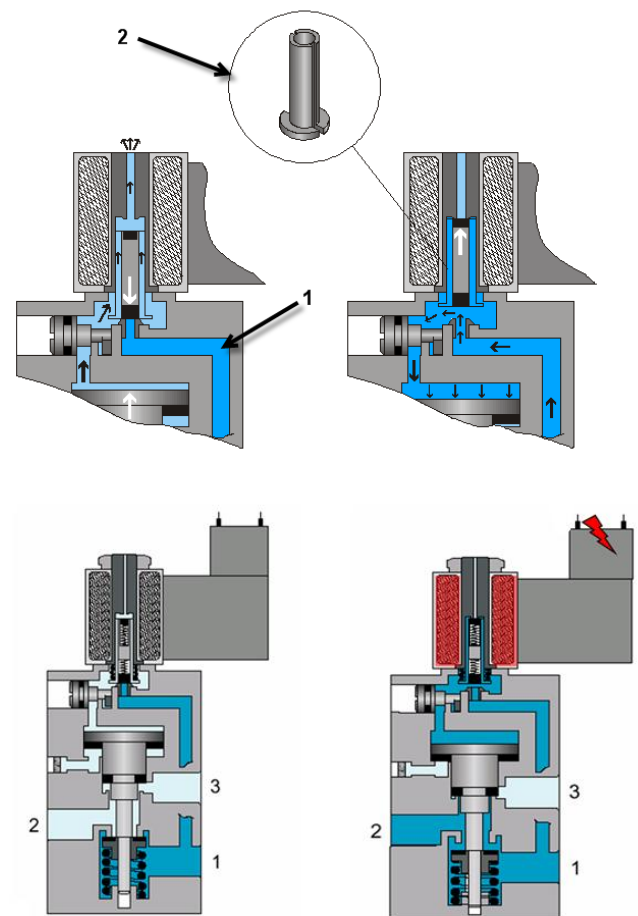

Fig. 9.
Het stuurventiel is via het kanaal 1 intern verbonden met de persluchtaansluiting op het hoofdventiel (Fig. 9).
Bij bekrachtiging van de spoel schakelt het stuurventiel. De lucht stroomt naar de stuurzuiger van het hoofdventiel (Fig. 9 rechts) dat pneumatisch geschakeld wordt.
Na het uitschakelen van de stuurstroom ontluicht de stuurlucht via het anker (2) (Fig. 9 links).